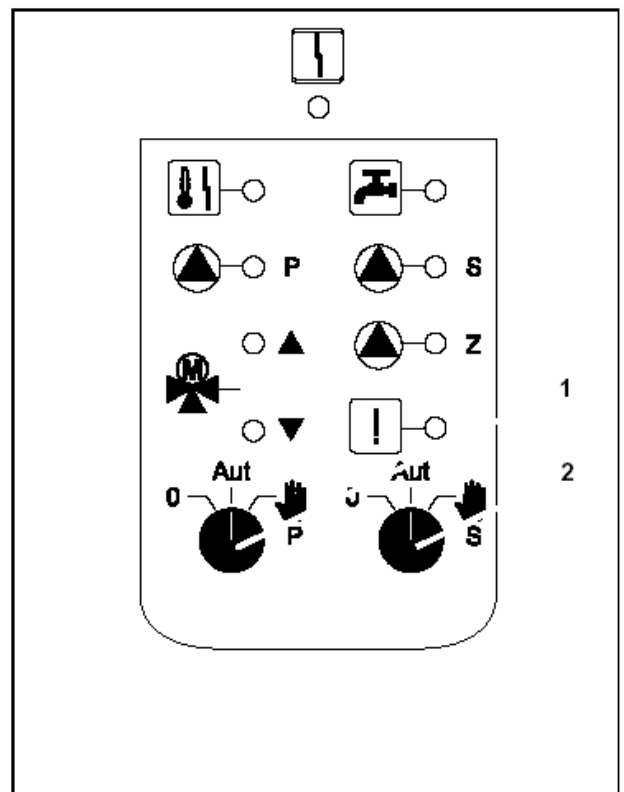

Рис. 5 Модуль FM 445
- Первичный контур (рис. 5, поз. 1) на переключателе  в положение РУЧН .
- Вторичный контур (рис. 5, поз.2) на переключателе  в положение РУЧН .